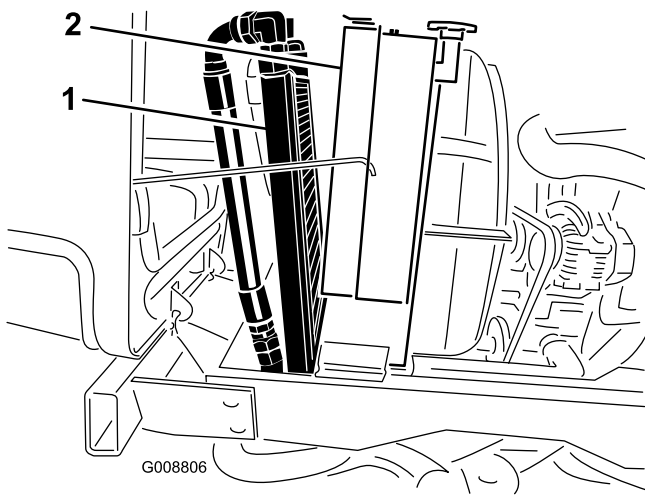

Figura 68
3. Incline o refrigerador de óleo para trás. Limpe ambos os lados do refrigerador de óleo e a zona do radiador (Figura 68) com ar comprimido. Comece do lado da ventoinha e sopre os detritos para trás. Depois, limpe a partir da parte posterior e sopre na direcção da parte frontal. Repita o procedimento várias vezes até remover toda a sujidade e detritos.